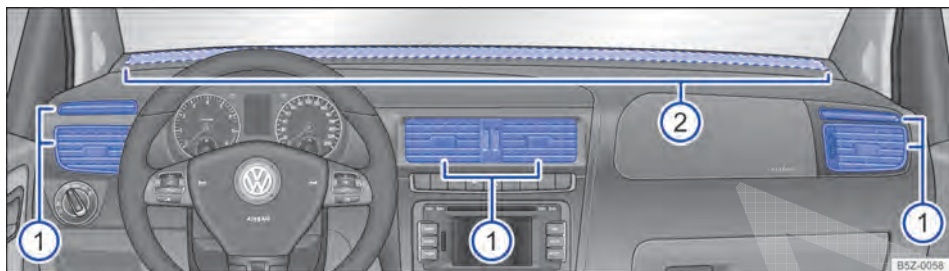

Fig. 121 No painel de instrumentos: difusores de ar.
Para que uma potência de aquecimento, uma refrigeração e uma entrada de ar suficientes sejam atingidas no interior do veículo, nunca fechar os difusores de ar completamente ⇒ Fig. 121 ①.
- Para abrir os difusores de ar ①, pressionar na parte superior do difusor de ar.
Há outros difusores de ar, não reguláveis. Encontram-se no meio do painel de instrumentos ⇒ Fig. 121 ②, nas áreas para os pés e na parte traseira do interior do veículo.